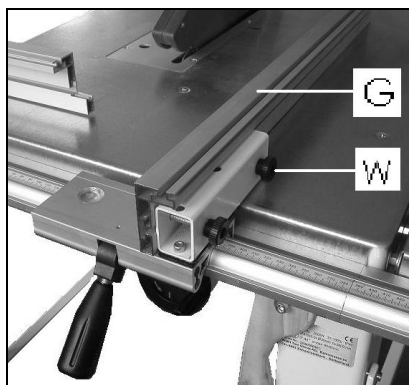

Fig 19
Monter le rail fixe (G, Fig 19) sur le guide de scie avec 2 vis et 2 écrous papillon (W).
-Scier les pièces larges avec le rail fixe debout (Fig 19).